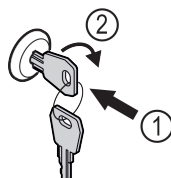

Fig. 240
► Klíč zasuňte dovnitř. Fig. 240 (1)
► Otáčejte klíčem o 90° ve směru hodinových ručiček. Fig. 240 (2)